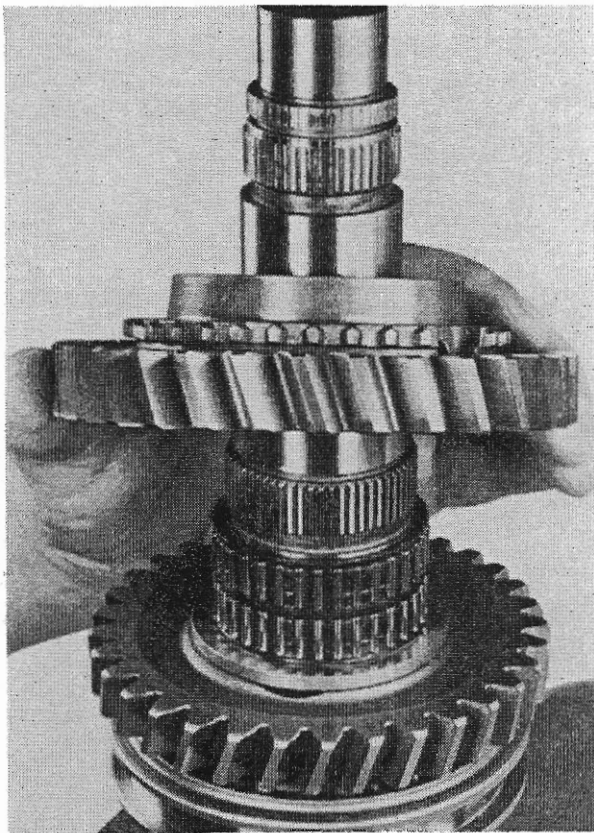

Abb. 37
9. Nadelkäfig (418) und 1. Gangrad (417) mit der Kupplungsverzählung nach oben auf die Hauptwelle schieben (Abb. 37).